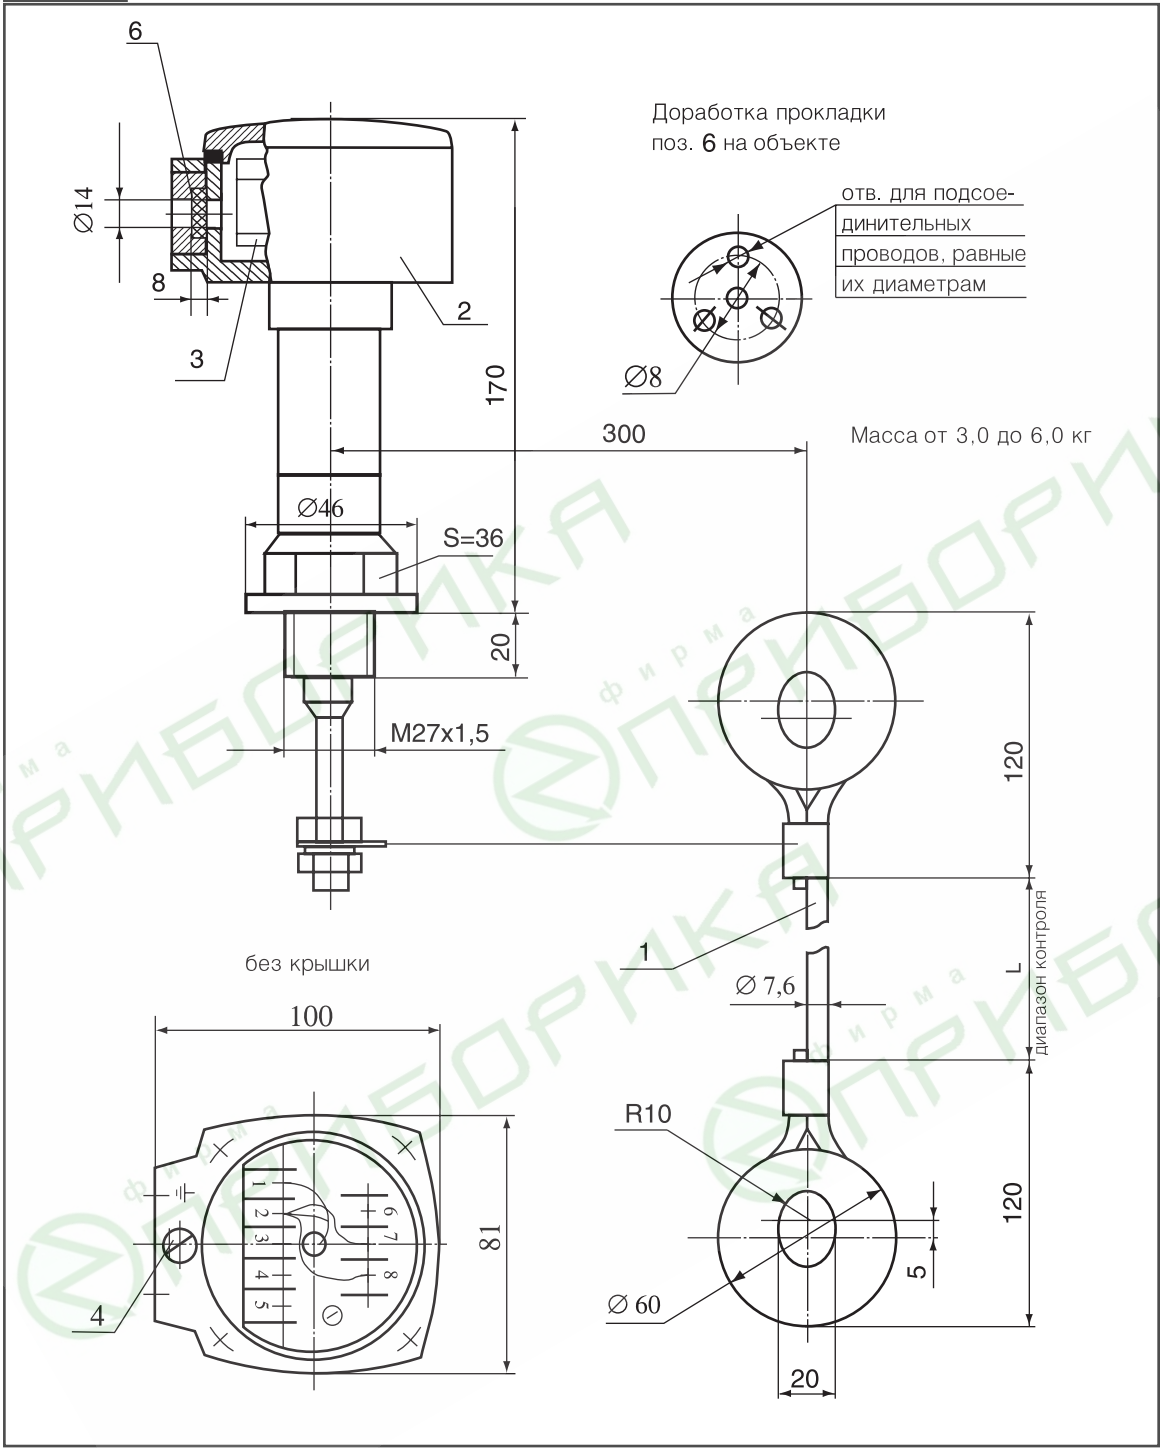

Рис. 9
- Монтаж соединительных проводов или кабелей производить в соответствии со схемой подключения (см. рис.9, 10) любым проводом или кабелем с сечением жилы до 1,5 мм². Максимально допустимое значение электрической емкости и индуктивности проводов линии связи не должно превышать соответственно 0,05 мкФ и 0,5 мГн.